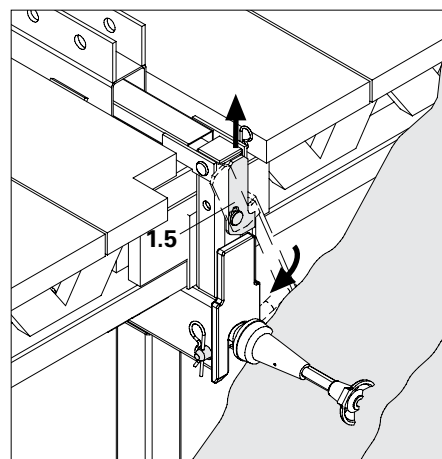

Fig. B4.07
2. Sollevare il perno di sicurezza (1.5) e ruotarlo, facendolo passare sotto al rocchetto (5.6), quindi assicurarlo con l'inserto a molla. (Fig. B4.07)